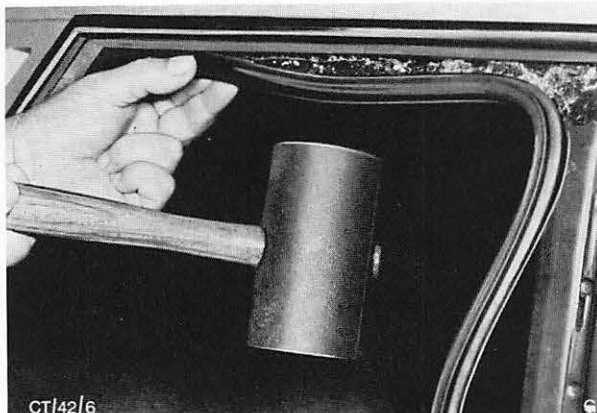

Abb. 29 Dichtungsgummi mit einem Gummihammer auf den Blechflansch treiben.
4. Dichtungsgummi auf den Blechflansch schieben. Abb. 29.